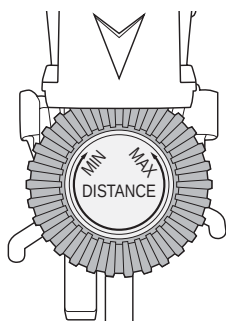

Fig. 5
- ♦ Tryk blokeringsarmen **2** ned, og drej drejeknappen **1** mod MAX for at forlænge vandstrålens rækkevidde (se fig. 5). Når du drejer drejeknappen **1** i retningen MAX indtil stop, kan produktet sprøjte vand indtil 11 meter væk ved et vandtryk på 4 bar.
- ♦ Tryk blokeringsarmen **2** ned, og drej drejeknappen **1** mod MIN for at reducere vandstrålens rækkevidde (se fig. 5).